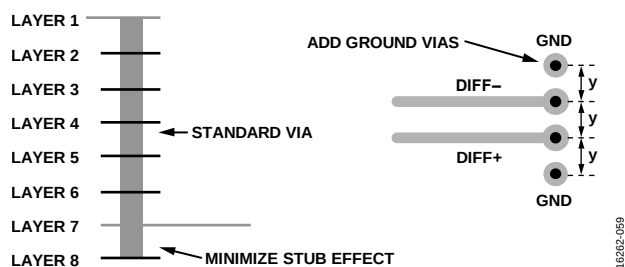

図 59. スタブ効果を最小限に抑え、
- 標準ビアを使う場合は、ビアの最大長を使ってスタブ・サイズを小さくします。例えば、8 層ボードの場合は 7 層目をストリップライン・ペア用に使います (図 59 参照)。
- 各ビア・ペアには、インピーダンスの不連続性を最小限に抑えるために、その隣にグラウンド・ビアのペアを配置します (図 59 参照)。